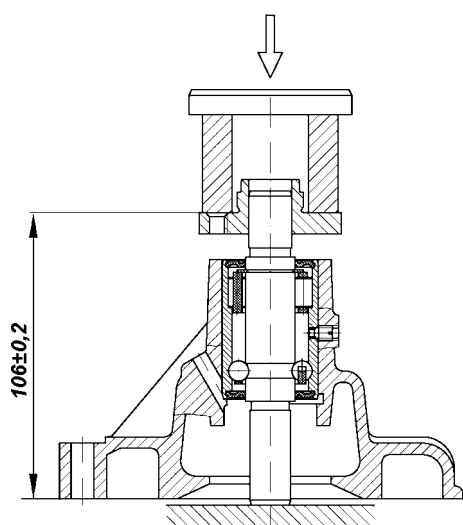

Рис. 4.57. Напрессовка ступицы шкива насоса системы охлаждения
- напрессовать на валик подшипника ступицу шкива насоса, выдержав размер $106,0 \pm 0,2$ мм (рис. 4.57);